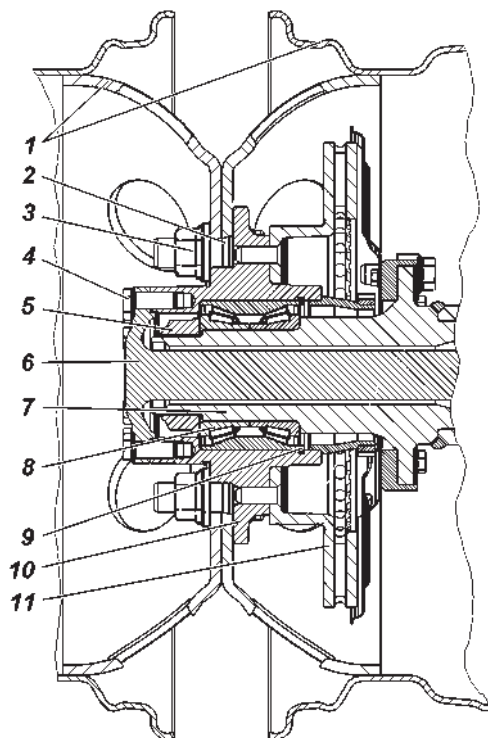

Рис. 9.22. Ступица заднего колеса:
2. Снимите колесо. Демонтируйте полуось 6 (рис. 9.22) заднего моста.